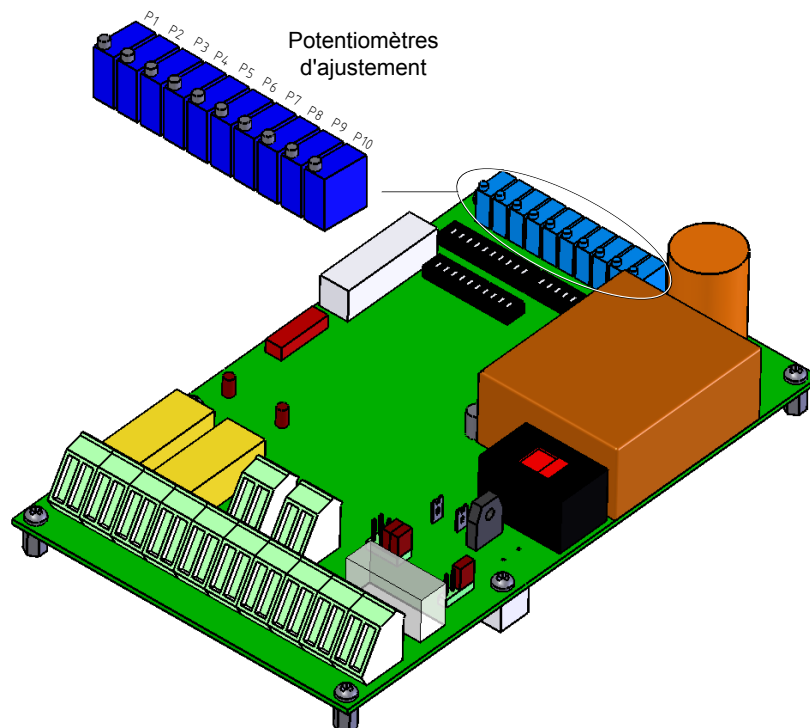

Figure 3-1 Emplacement des potentiomètres sur la carte
2. Ajuster les potentiomètres P6, puis P7, pour obtenir  $0\text{ V} \pm 10\text{ mV}$  sur le millivoltmètre. La *figure 3-1* montre où se trouvent les potentiomètres P1 à P10.
2. Ajuster le potentiomètre P8 pour obtenir la valeur initiale avec une précision de  $\pm 50 \mu\text{A}$ , par exemple  $4 \text{ mA} \pm 50 \mu\text{A}$ , sur le milliampèremètre. La *figure 3-1* montre où se trouve le potentiomètre P8.
4. Ajuster le potentiomètre P4 pour obtenir  $U_{O/P \text{ connue}}$  avec une précision de  $\pm 10 \text{ mV}$ . La *figure 3-1* montre où se trouve le potentiomètre P4.
4. Ajuster le potentiomètre P10 pour obtenir  $I_{O/P \text{ connu}}$  avec une précision de  $\pm 50 \mu\text{A}$ . La *figure 3-1* montre où se trouve le potentiomètre P10.
2. Ajuster le potentiomètre P9 pour obtenir  $U_{O/P \text{ level1}}$  avec une précision de  $\pm 20$  mV. La *figure 3-1* montre où se situent les potentiomètres P1 à P10.
La *figure 3-1* montre où se situent les potentiomètres P1 à P10.